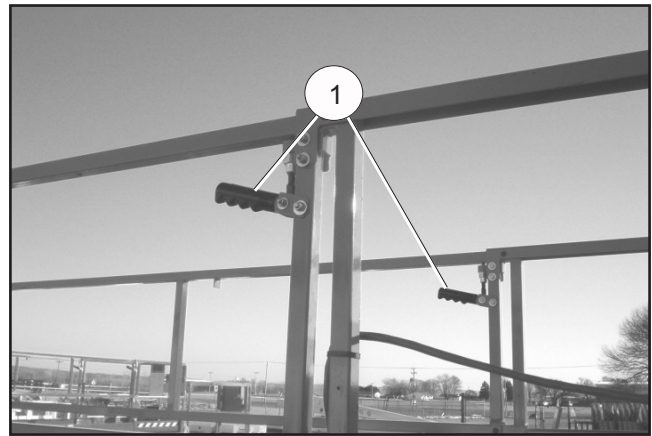

Figura 5 - Plataforma
2. Empuje hacia abajo la palanca (1) a cada lado de la parte delantera de la plataforma (vea la Figura 5).
2. Empuje hacia abajo la palanca a cada lado de la parte delantera de la plataforma (vea la Figura 5).